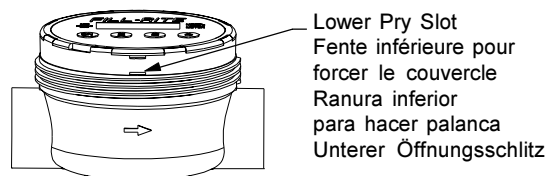

Figure 1
1. Unscrew meter cap (item 1). Use a strap type oil filter wrench or large 5" jaw pipe wrench if needed.
2. Insert a wide, flat-head screwdriver into the bottom slot and gently pry up meter cover (item 6) (see Figure 1).
2. Insérez un grand tournevis à tête plate dans la fente du bas et forcez doucement le couvercle du débitmètre (article 6) (voir la figure 1).
2. Eine breite Schraubenzieherklinge in den unteren Schlitz einführen und den Deckel des Flussmessers vorsichtig abheben. (Nr. 6) (siehe Abbildung 1).